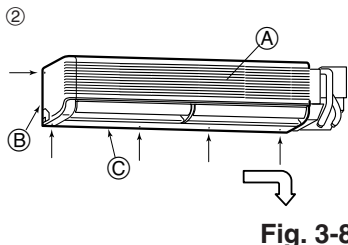

Fig. 3-8
- 2) Quite los cinco tornillos marcados con las flechas en el dibujo. (Fig. 3-8)